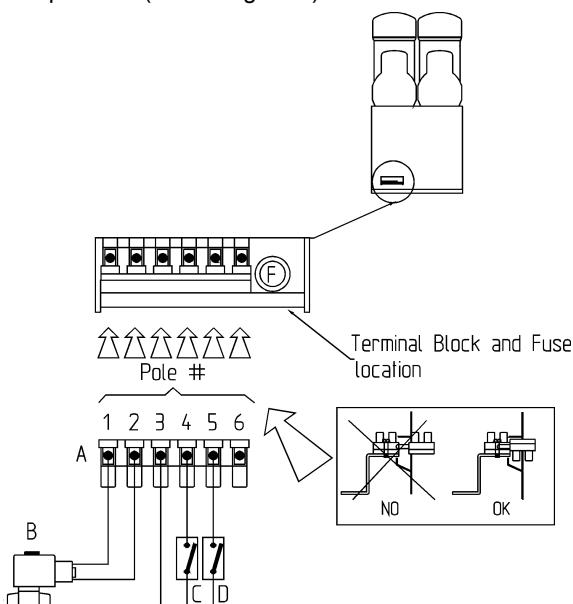

figura 1
- Nella parte bassa del pannello posteriore è alloggiata una morsettiera a 6 poli. Questa permette la connessione elettrica di alcuni accessori quali un elettrovalvola di sicurezza per l'acqua in ingresso o una serie di sensori di fine prodotto (vedere figura 1).
Se nel sistema di alimentazione sono installati i sensori di fine prodotto, connettere i loro terminali ai poli #3 e #4, per i distributori ad un contenitore, ai poli #3, #4 e #5, per quelli a 2 contenitori e ai poli #3, #4, #5 e #6, per quelli a 3 contenitori, della morsettiera a 6 poli (vedere figura 1).
fine prodotto è stato installato e collegato alla morsettiera (vedere figura 1).